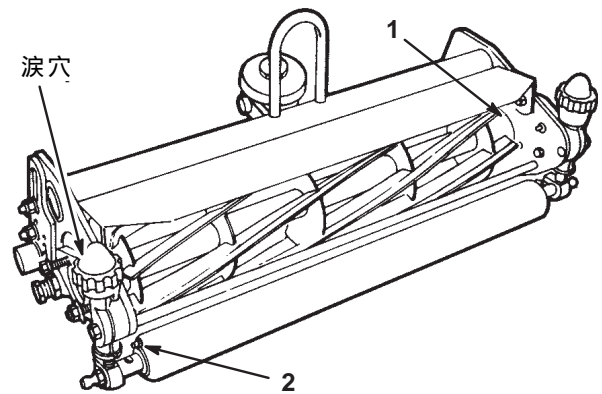
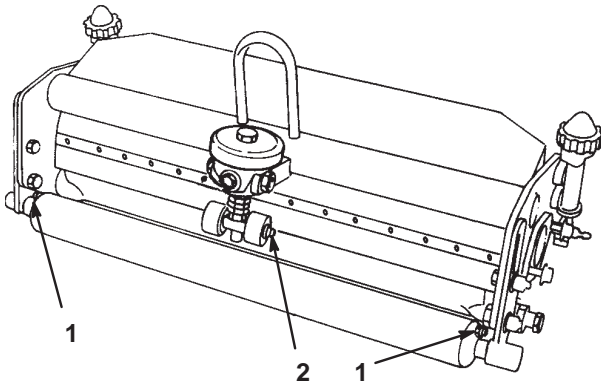

図 10
図 11
カuttingユニットのグリスポイントは全部で6カ所です（図10、図11）。No.2リチウム系汎用グリスを使用します。カuttingユニットを水洗いした後は直ちにグリスアップを行ってください。これによりベアリングをサビから保護し寿命を延ばすことができます。
2. リール・ベアリング（図10）にグリスを注入する。涙穴からグリスが見えてくれば適量である。
3. 前後のローラ・ベアリング (図10, 図11) にグリスを注入する。シール・リップからグリスが見えてくれば適量である。